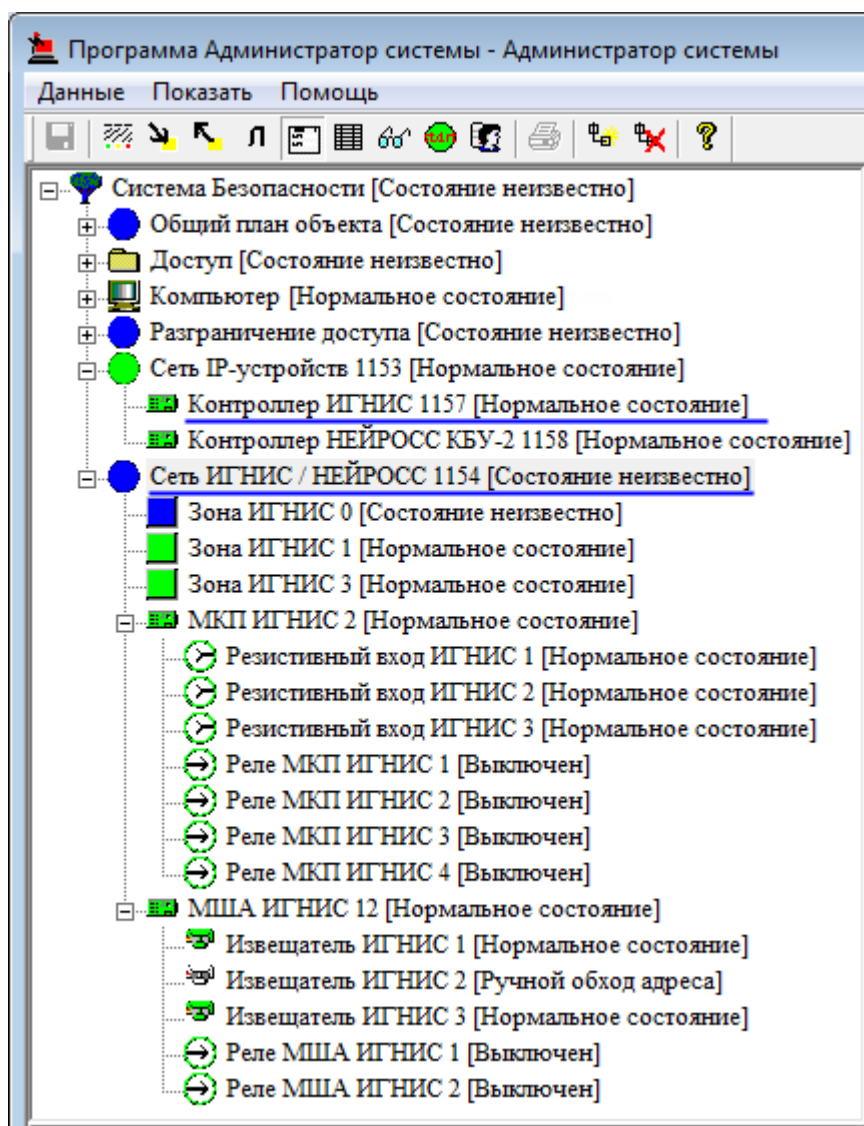

Рисунок 8 — Сеть ИГНИС/НЕЙРОСС. Дерево элементов
3. После того как система завершит процесс вычитывания конфигурации, в дерево элемента **Сеть ИГНИС / НЕЙРОСС** добавятся все сконфигурированные в контроллере элементы (пожарные зоны, модули МША, пожарные извещатели, модули МКП и др.) (рисунок 8).